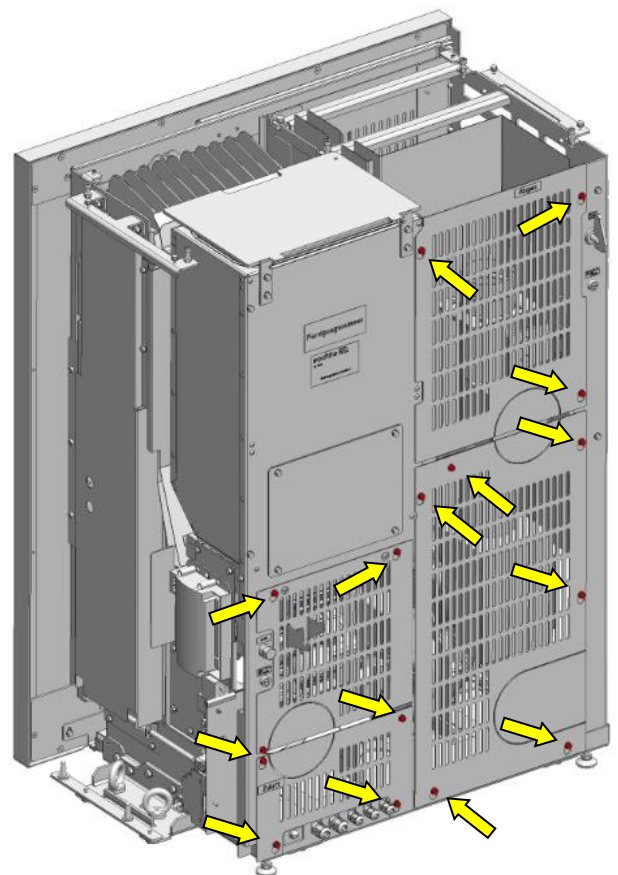

Abb. 21: Teile der Rückwand demontieren
1. Die Rückwand ist in mehrere Segmente aufgeteilt. Die jeweiligen Befestigungsschrauben (Abb. 21) lösen, jedoch nicht entfernen, beide Verkleidungsbleche anheben und abnehmen.